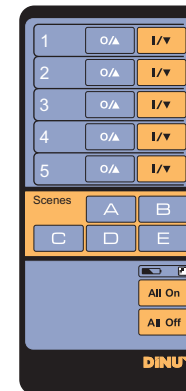

Fig. 1
- **Blinds function (Fig. 1):**
- **Dimming function (Fig. 1):**
- **Switch function (Fig. 1):**
- **Función Persianas (Fig. 1):**
- **Función Regulación (Fig. 1):**
- **Función Conmutación (Fig. 1):**